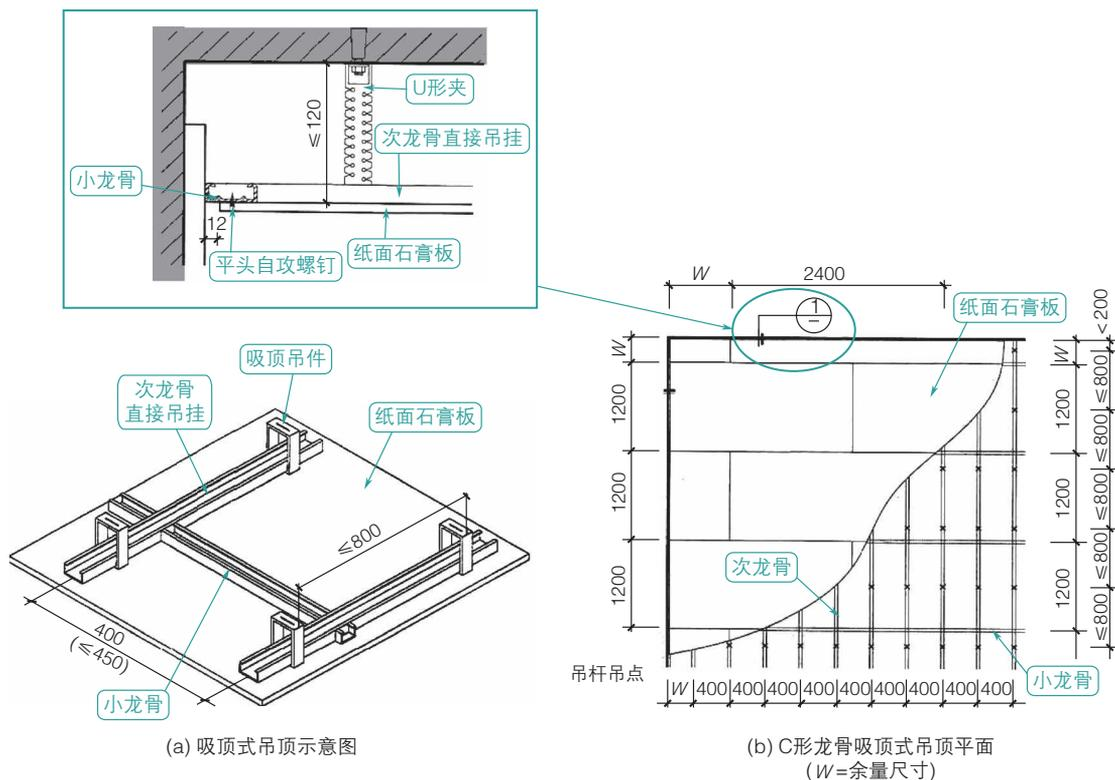

图8-4 某项目纸面石膏板工程吊顶工艺施工特点
- ② 工序交接一般采用书面形式并且双方签字认可。
- ③ 罩面板、轻钢骨架、其他吊顶材料，入场存放中、使用过程中需要注意保管，不得出现生锈、受潮、变形、损坏等情况。
- ④ 吊顶龙骨上不得铺设线路、机电管道等。
- ⑤ 装修吊顶用吊杆不得挪作线路、机电管道吊挂用。
- ⑥ 轻钢骨架的吊杆、龙骨不得固定在通风管道、其他设备件上。
- ⑦ 安装轻钢骨架及罩面板时，需要注意对顶棚内各种管线的保护。
- ⑧ 罩面板安装需要在棚内管道、试水、保温等工序验收合格、允许施工后进行。
- ⑨ 使用人字梯攀高作业时，只准一人使用，不得两人同时攀高作业。
- ⑩ 顶棚上悬挂自重3kg以上或有震动荷载的设施，要采取与建筑主体连接牢固的构造措施。
- ⑪ 石膏板吊顶工程完成后，需要注意成品保护。
- 某项目纸面石膏板工程吊顶工艺施工特点如图8-4所示。